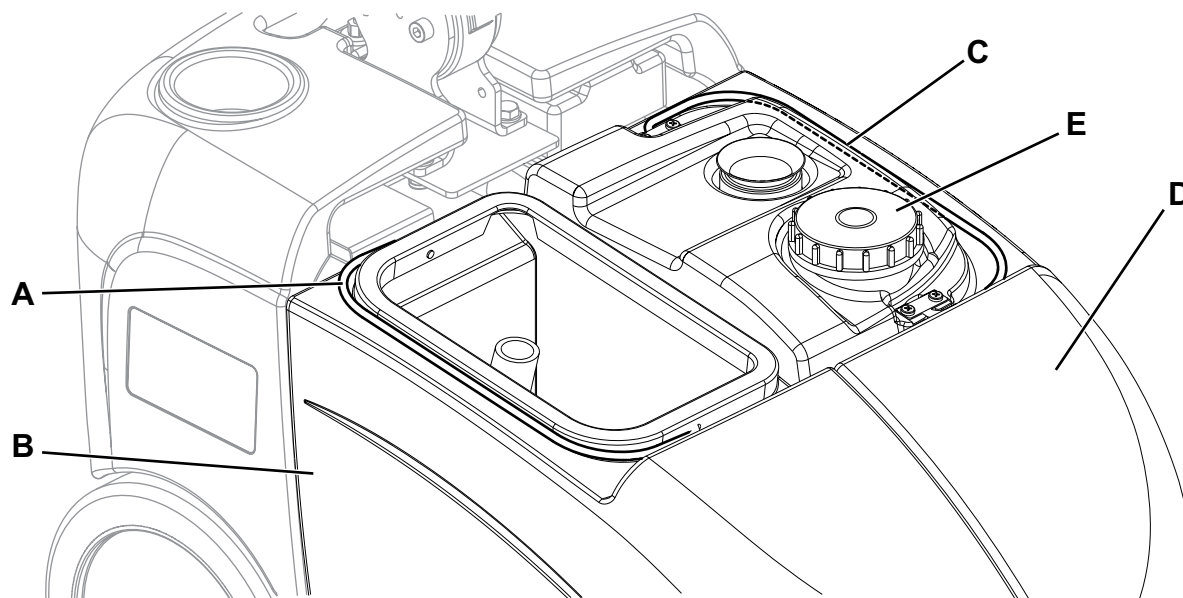

Рис. 3
1. Проверьте, что ручка выбора функции (31) повернута на «0».
3. Снимите прозрачную крышку (24).
4. Возьмитесь за ручку (А, Рис. 3) и поднимите расширительный бачок (В).
8. Возьмитесь за ручку (С, Рис. 3) и поднимите бачок с раствором (D).